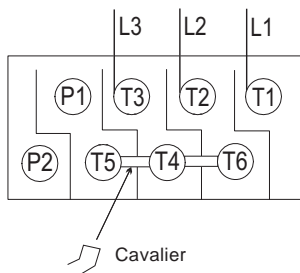

Fig. 15 Vitesse 1 (pour la vitesse lente)
- figure 15 pour la vitesse 1 – vitesse lente